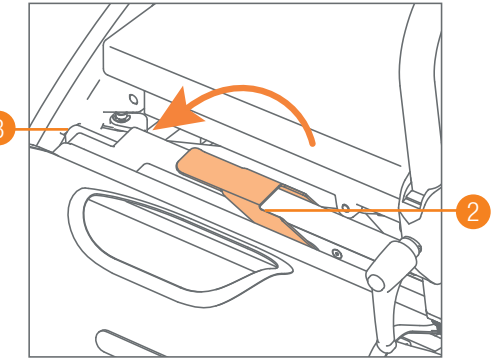

Figura 32: Bloqueo del paquete de la silla de ruedas.
- Empuje la palanca roja hacia abajo sin fuerza para bloquear el paquete de la silla de ruedas. Esto hace que los pasadores de cierre se salgan para que el paquete quede bien sujeto (**Figura 32**). Ahora puedes simplemente caminar con el Rollz Motion andador.